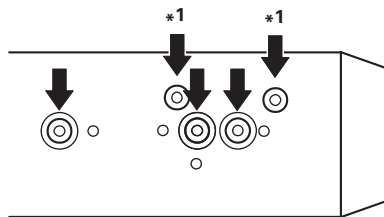
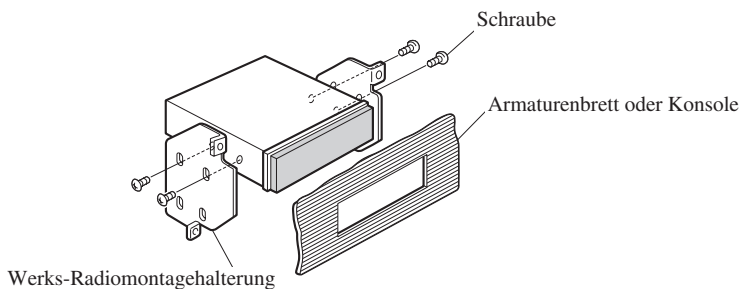

Abb. 14
Abb. 15
2. Anbringen dieses Produkts an die Werks-Radiomontagehalterung. (Abb. 14) (Abb. 15)